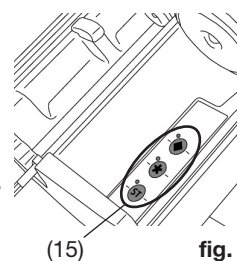

fig. 7
- Activer le programme de mélange en appuyant sur la touche de programme correspondante (15, fig. 7). La LED à côté de la touche de programme s'allume.